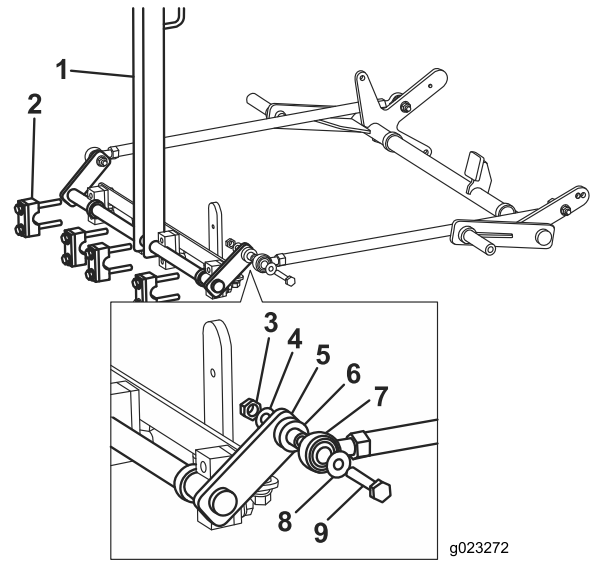

Bild 4
2. Stecken Sie die Schraube durch die Scheibe und das Stangenende, die Buchse, die Stange und die Scheibe und befestigen Sie sie mit der Mutter (Bild 4). Ziehen Sie die Muttern nicht fest. Die Muttern müssen lose sein, um das Einstellen der Zugstange zu ermöglichen.